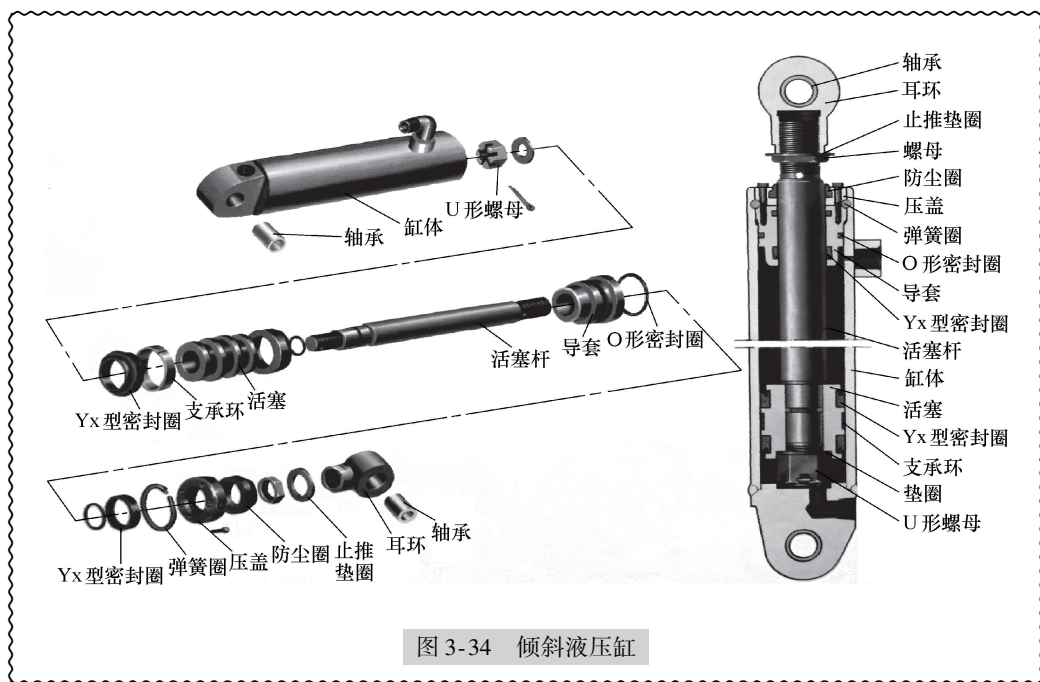

图 3-34 倾斜液压缸
1) 起升液压缸和倾斜液压缸都应按使用要求, 购买合乎标准的合格密封件。倾斜液压缸如图 3-34 所示。